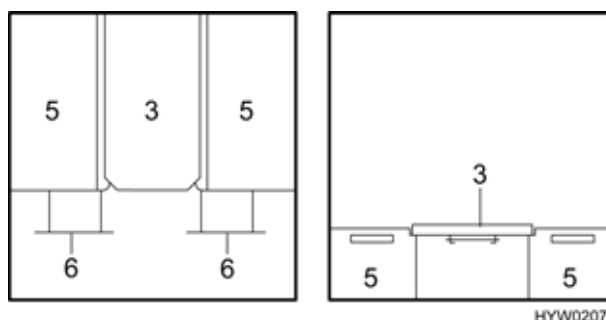

Fig. 79 Durante la trasformazione
- Estrarre la prolunga del cassone letto (Fig. 79,6).
- Collocare il piano del tavolo (Fig. 79,3) tra i due cassoni letto (Fig. 79,5).